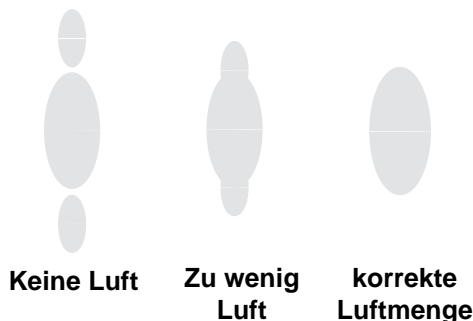

ABB. 6. Spritzbildprobleme
2. Siehe ABB. 6. Stellen Sie für die betätigte Spritzpistole den Zerstäubungsluftdruck auf 35 kPa (0,35 bar, 5 psi) ein. Überprüfen Sie das Spritzbild. Erhöhen Sie dann langsam den Luftdruck, bis Sie ein homogenes Spritzbild erhalten. Der Zufuhrluftdruck zur Spritzpistole darf nicht 0,7 MPa (7 bar, 100 psi) übersteigen.